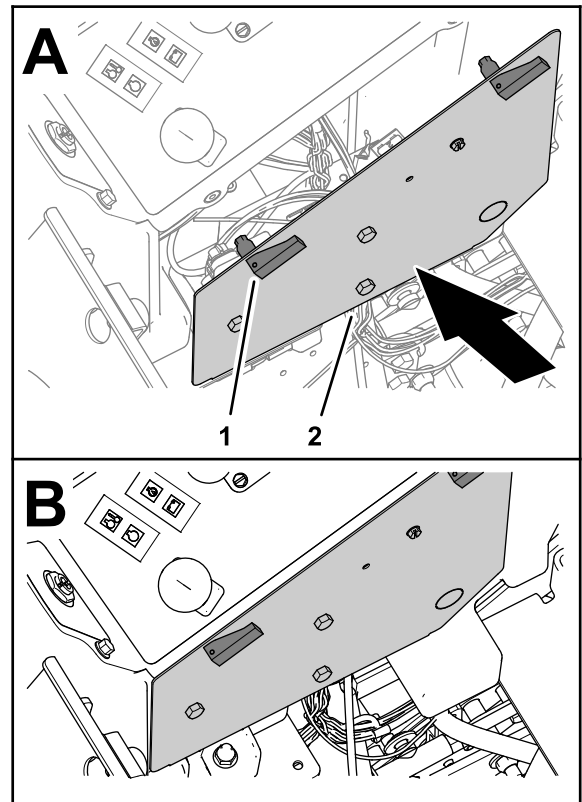

図 14
1. コントロールパネルカバーのラッチをコントロールパネルの穴に合わせる 図 14。
2. カバーをラッチで固定する 図 14。